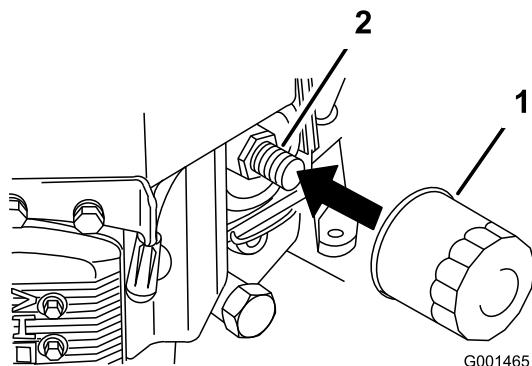

Bild 36
- Entfernen Sie den alten Filter (Bild 36).
- Ölen Sie die Gummidichtung am Ersatzfilter leicht mit Frischöl ein (Bild 36).
Sie den Filter dann um eine weitere 3/4 Drehung fest (Bild 36).